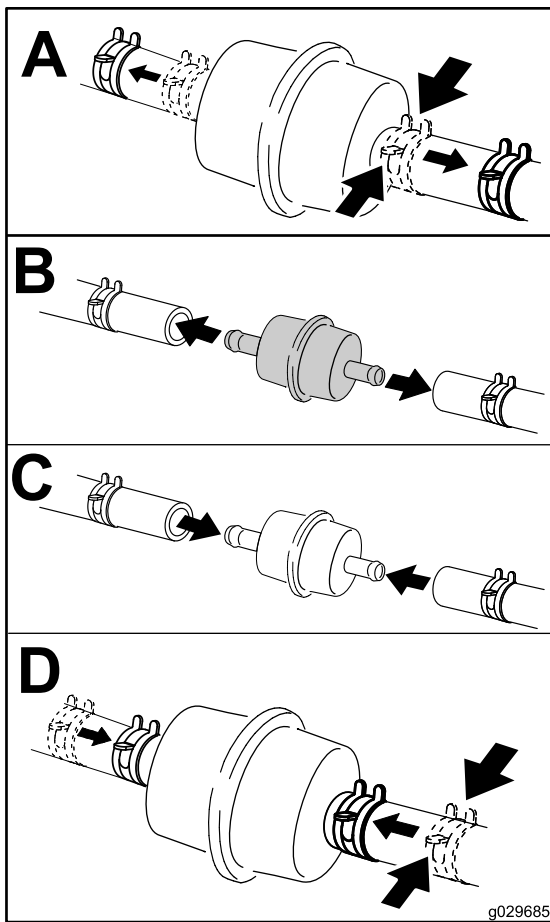

Figura 43
6. Coloque un recipiente limpio debajo del filtro de combustible y sustituya el filtro tal y como se muestra en la Figura 43.